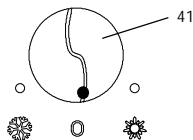

fig. 4.1
Prima di eseguire le operazioni descritte in seguito, accertarsi che il commutatore di funzione (41) sia sulla posizione di spento "0" (fig. 4.1).
23 Spegner la caldaia portando il commutatore (41) sulla posizione "O" (fig. 4.1) e **illustrare all'utente il corretto uso dell'apparecchio** come indicato nel libretto *note d'impiego* nel quale sono illustrate le operazioni di: